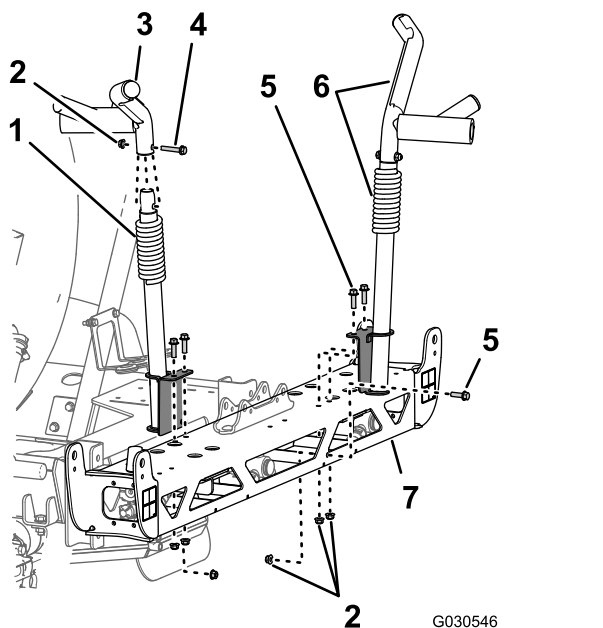

Рисунок 77
1. На левой опоре стрелы выверните болт с фланцевой головкой (3/8 x 2 дюйма) и фланцевую контргайку (3/8 дюйма), которые крепят левую верхнюю опору в сборе к нижней опоре в сборе (Рисунок 77).
2. Выверните 3 болта с фланцевыми головками (3/8 x 2 дюйма) и 3 фланцевые контргайки (3/8 дюйма), которые крепят левую нижнюю опору стрелы к раме средней секции стрелы, и снимите опору (Рисунок 77).
3. На правой опоре снимите горизонтальный и 2 вертикальных болта с фланцевыми головками (3/8 x 1 1/4 дюйма) и 3 фланцевые контргайки (3/8 дюйма), которые крепят правую опору стрелы в сборе к раме средней секции стрелы (Рисунок 77).